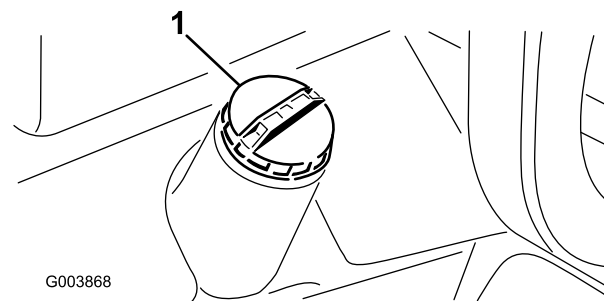

Figura 26
1. Retire el tapón del depósito de combustible (Figura 26).